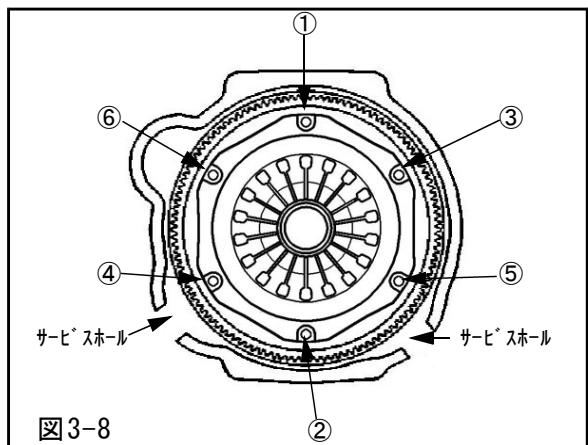

図3-8
(8)専用工具を使用し、クランクシャフトを回転させながらサービスホールよりクラッチカバーボルトを対角線上（図中の番号順）に均等に締込んだ後、規定トルクで締付けてください。(図3-8)